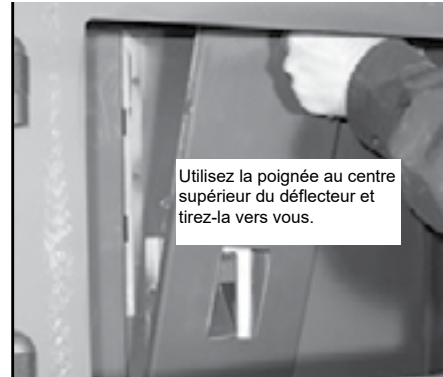

Figure 26.2
2. Retirez le déflecteur du centre en premier en utilisant la poignée au haut du déflecteur, la tirant vers le haut, puis vers vous. Le crochet du déflecteur glissera hors de sa fente du support (**Figure 26.2**).